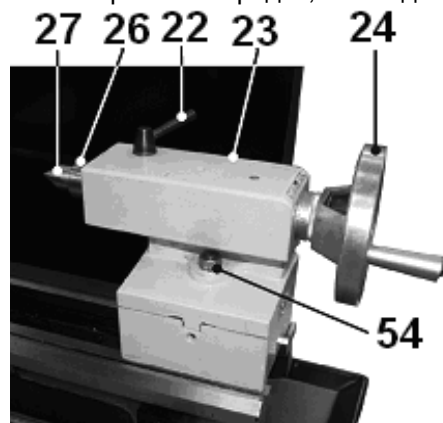

Рис. 10
10.1.6. Используя рожковый ключ (Ф), Рис.1, поворотом против часовой стрелки ослабьте фиксацию гайки (54), фиксирующей положение задней бабки (23). Переместите заднюю бабку (23) до упора центра (27) в центровочное отверстие заготовки. Закрепите заднюю бабку (23) в этой позиции поворотом по часовой стрелке гайкой (54), фиксирующей положение задней бабки (23). Поверните ручку фиксации (22) против часовой стрелки. Маховиком (24) перемещения пиноли (26) по часовой стрелке необходимо поджать центр (27). Поворотом ручки фиксации (22) по часовой стрелке зафиксируйте установленное положение пиноли (26), Рис. 10.